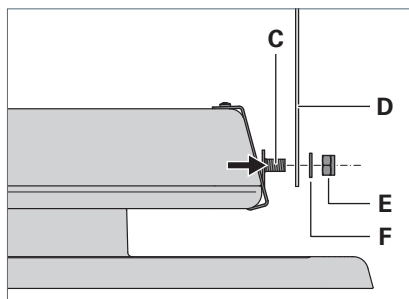

Fig. 9: Accrocher le luminaire à la fixation.
- ▶ Placez le luminaire entre la fixation **D** et insérez la vis sans tête droite **C** par l'intérieur dans le trou de la fixation, voir Fig. 9